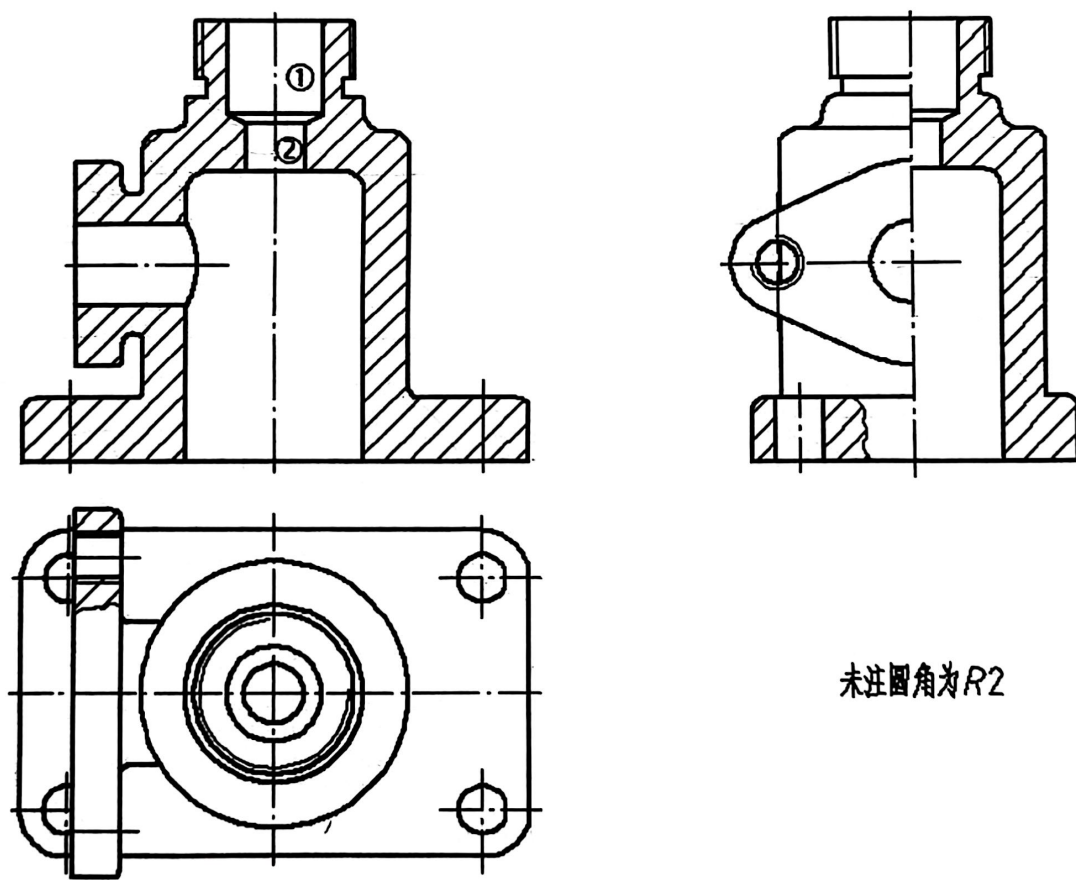

图 C-1
1. 标注零件图（阀体）的尺寸，如图 C-1 所示，尺寸数值由图量取，并取整数。（25 分）